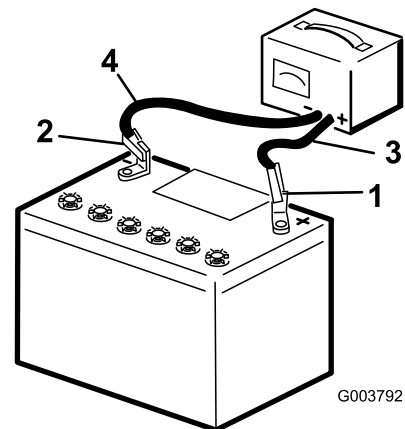

Figure 41
2. Chargez la batterie au régime de 3 à 4 ampères durant 4 à 8 heures (Figure 41). Ne chargez pas la batterie excessivement.
3. Quand la batterie est chargée au maximum, débranchez le chargeur de la prise, puis débranchez les fils du chargeur des bornes de la batterie (Figure 41).
1. En vous servant des fixations retirées précédemment, branchez le câble positif (rouge) de la batterie à la borne positive (+) (Figure 41).
3. En vous servant des fixations retirées précédemment, branchez le câble négatif (noir) à la borne négative (-) de la batterie (Figure 41).
- Fixez la batterie à l'aide de la barre et des écrous à oreilles (Figure 41).